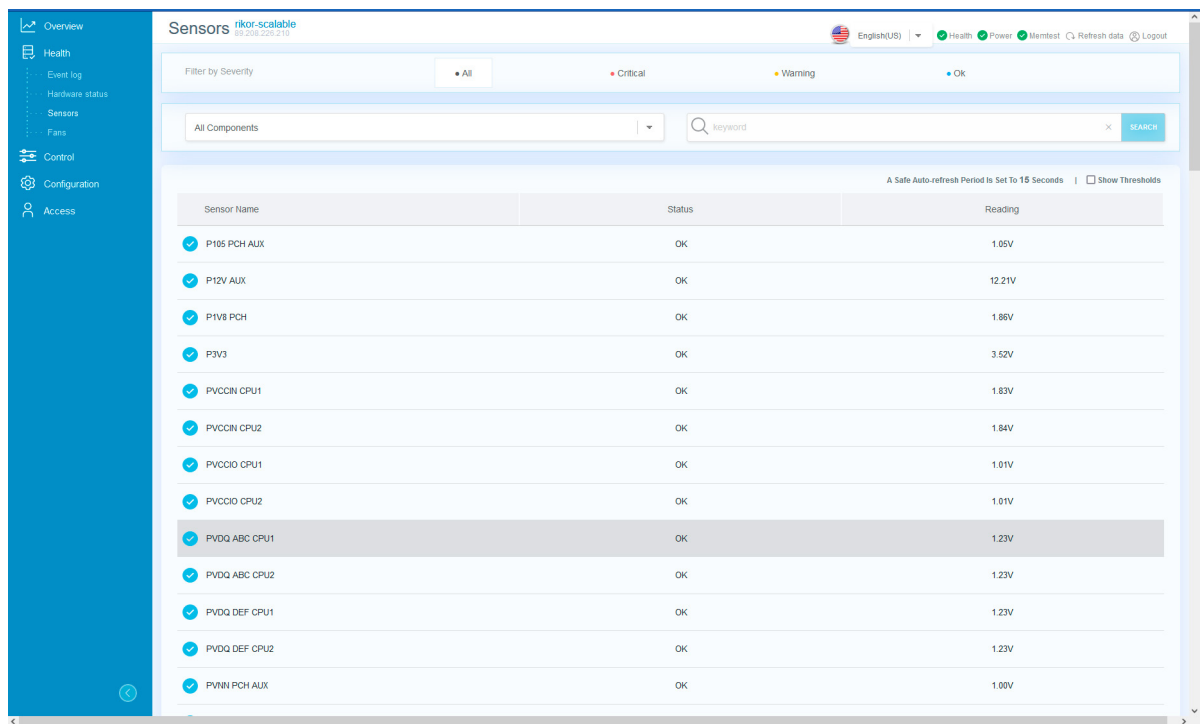

Рис. 73. Окно «Sensors»
- 4) Пройдите во вкладку «Health» → «Sensors» в данной вкладке отображается информация по датчикам установленным в сервере. В поле «Filter by Severity» произведите фильтрацию по степени серьезности события. В раскрывающемся списке выберите компонент сервера где хотите просмотреть состояния датчиков. В поле поиска произведите фильтрацию по ключевым словам датчиков. Окно показано на рис. 73 Окно «Sensors»